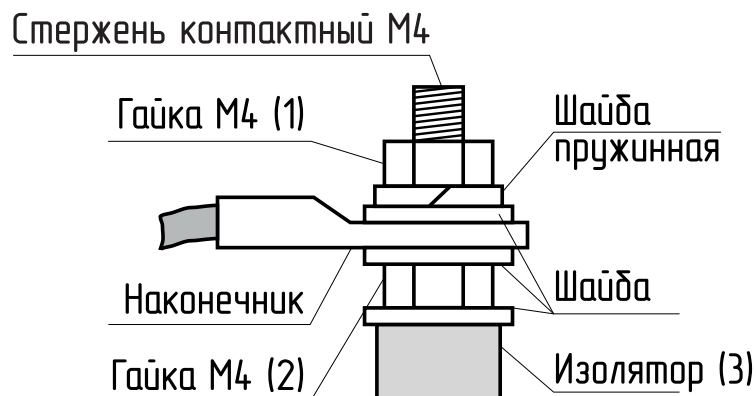

Рис.10 Присоединение проводов к выводам блок ТЭН
10.4. При замене блок ТЭН присоединение фазных проводов к выводам блок ТЭН производить согласно Рис.10. Сечение кабеля указано в таблице 1 и 1.1.